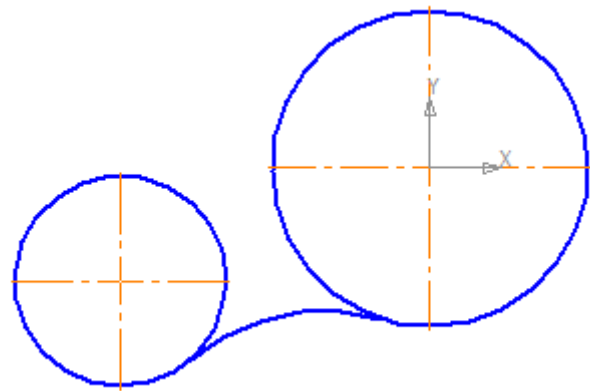

Рис. 9. Внешнее сопряжение
- система построила внешнее сопряжение (рис. 9);